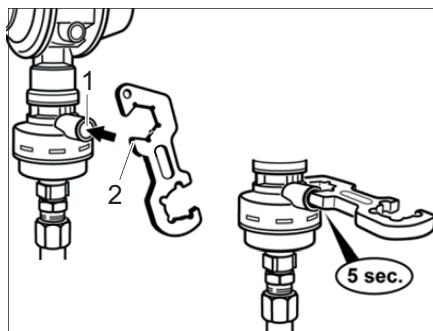

Fig. 247 Crashsensor
- Presionar el botón de desbloqueo (Fig. 247,1) con la ayuda del destornillador (Fig. 247,2) o un objeto similar adecuado y mantenerlo presionado durante 5 segundos.